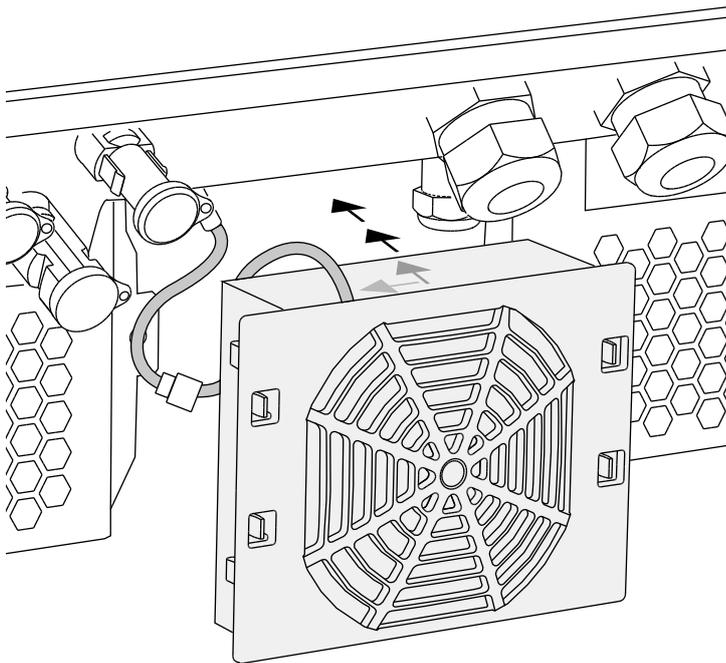

Fig. 70: montaggio ventola
- La ventola sia montata correttamente nel telaio (direzione del flusso d'aria).  **Fig. 70**